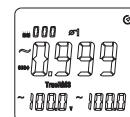

图10-1
- 4) 负载为三相四线制时, 先按SELECT键选择第一相位 ϕ_1 , 如图10-1, 显示相位 ϕ_1 的功率因数 $\cos(\phi)$ 值, 电压V值, 电流A值。